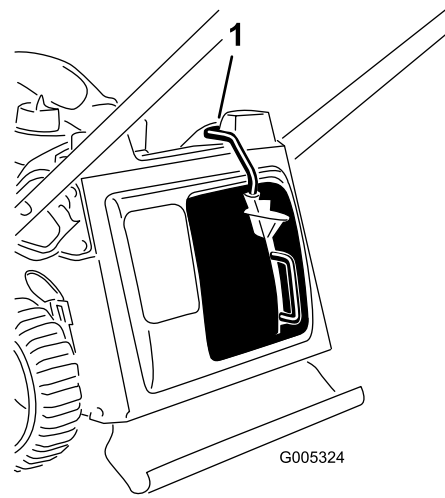

Figure 24
**Important:** La machine est équipée d'un contacteur de sécurité qui l'empêche de démarrer si l'obturateur de recyclage n'est pas monté correctement (Figure 24).